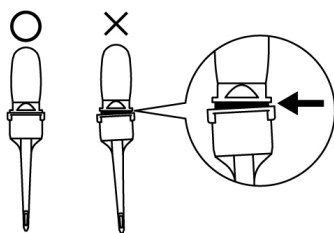

Fig. 11
- Insérez fermement l'insert jusqu'au bout en vous reportant à la figure ci-dessous. Si l'embout n'est pas inséré correctement, l'insert peut se détacher et être ingéré accidentellement (Fig. 11).